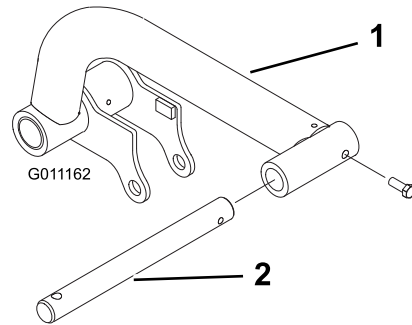

図 14
- 左右の昇降アームにそれぞれピボット・ロッドを差し込み、取り付け穴を整列させる (図 14)。